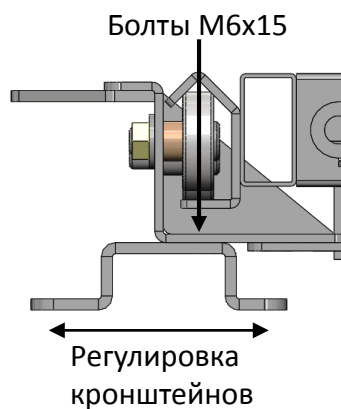

Рис.1
- Удалить упаковку с выдвигной платформы и расположить платформу с роликовыми направляющими в грузовом отсеке, выровнять платформу относительно бортов. **ВНИМАНИЕ!** При необходимости произвести регулировку опорных кронштейнов, ослабив болты их крепления и передвинув кронштейны влево-вправо (рис.1)